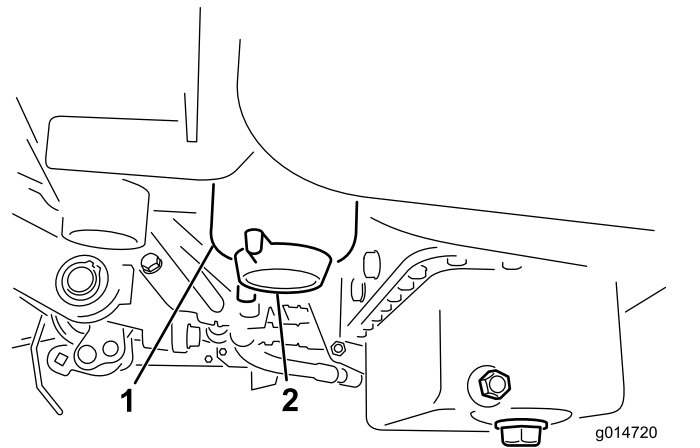

図 45
2. フィルタ容器 (図 45) の周辺をウェスできれいにぬぐう。
4. フィルタのドレンプラグを開く 図 45。